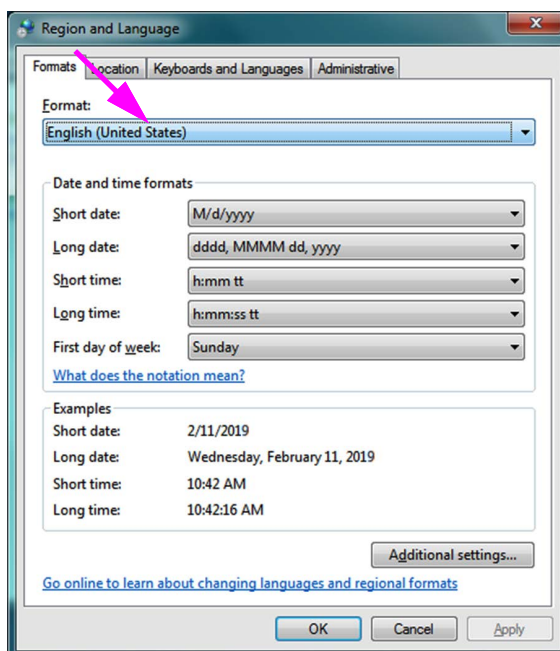
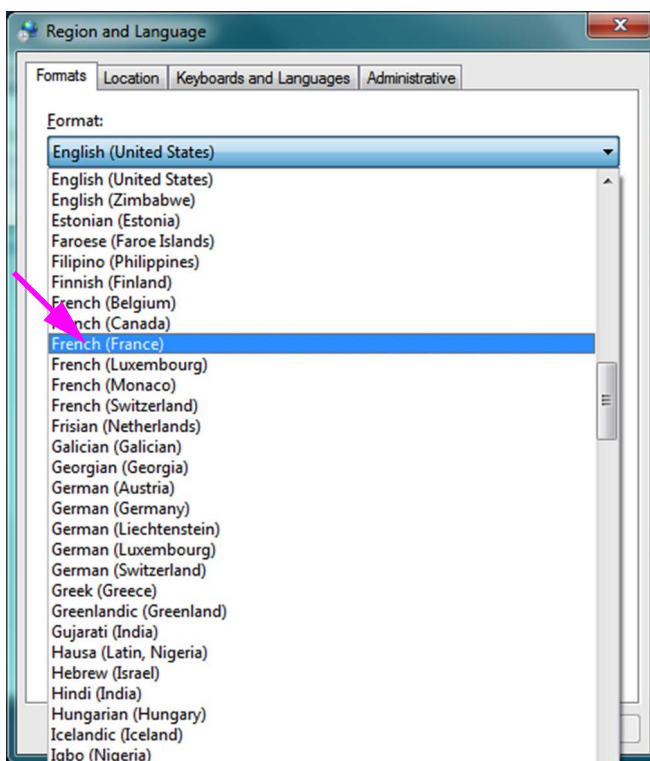

Figure C-3. Fenêtre Region and Language (Région et langue) – Onglet Formats
Figure C-4. Écran Région et langue (Region and Language) – Menu déroulant
5. La fenêtre Region and Language (Région et langue) s'affiche. Consultez la Figure C-3.
6. Dans le menu déroulant **Format, Anglais (États-Unis) [English (United States)]** est sélectionné. Cliquez sur le menu déroulant (voir la Figure C-3 et la Figure C-4) qui montre les sélections de langues disponibles. Défilez dans la liste pour trouver la langue souhaitée et sélectionnez cette option.